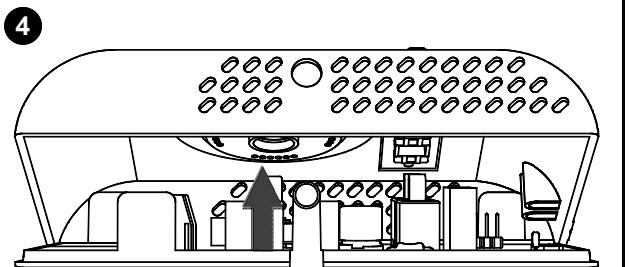

Fig. 6 - Abb. 6
- Quitar los interruptores de corredera mecánicos de la base del termostato e inserirlos oportunamente en la tapa para reducir el campo de rotación del mando giratorio (ver el ejemplo de Fig. 6 y leer el párrafo "bloqueo mando"). El tercer interruptor de corredera ubicado en la parte superior es de repuesto.
- 5 Prendre les cavaliers mécaniques situés dans la base du thermostat et les insérer dans la calotte, de façon à réduire le champ de rotation du bouton rotatif (voir l'exemple sur la Fig. 6 et lire le paragraphe « Blocage bouton rotatif »). Le troisième cavalier, positionné dans la partie haute, est de réserve.
2. Positionner les cavaliers mécaniques comme indiqué dans l'exemple de la Fig. 6 (E). De cette façon, le champ de rotation est réduit comme dans l'arc indiqué au point F de la Fig. 6.